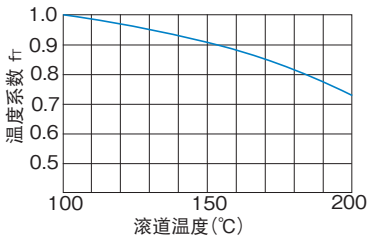

图2 温度系数 (f_t)
- f_T : 温度系数 (参照图10-8图2)
如果LM滚柱滚动块的使用环境温度超过100℃时，就要考虑高温的不良影响，应将基本额定载荷乘以图2中表示的温度系数。